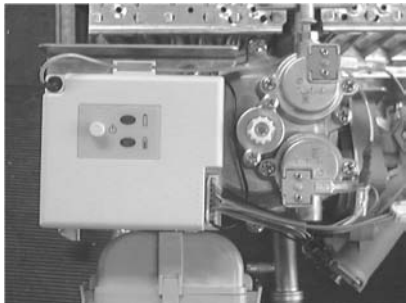

Fig. 6
1. Desconectar los terminales de la bujía de encendido que conecta al módulo de encendido y al cableado (Fig. 6).